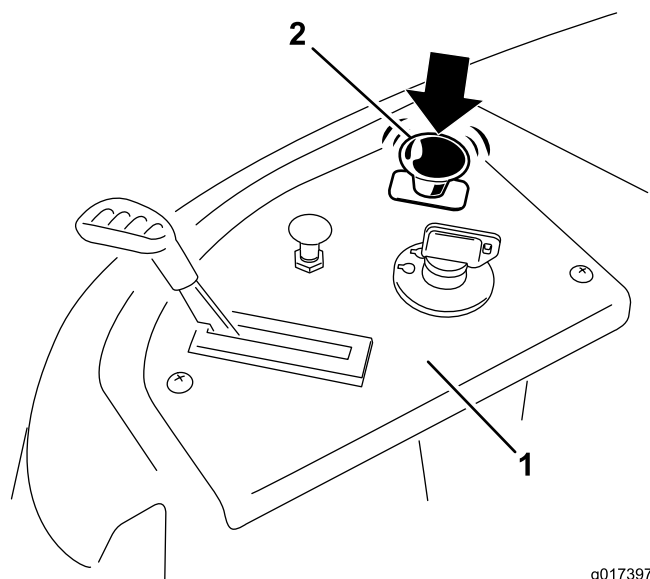

Figura 16
Empurre o interruptor de controlo da lâmina para o mover para posição Off (desligado) e desengatar as lâminas (Figura 16).
1. Desengate as lâminas movendo o interruptor de controlo da lâmina para Off (Figura 16).